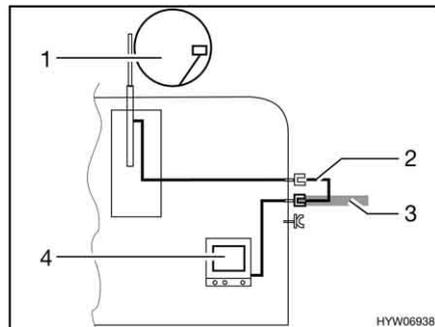

Fig. 183 TV en el vehículo
- TV en el vehículo (Fig. 183,4): Conexión a la antena del techo (Fig. 183,1) con el cable de conexión (Fig. 183,2)
- TV en el vehículo (Fig. 183,4): Conexión a antena externa (Fig. 183,3)